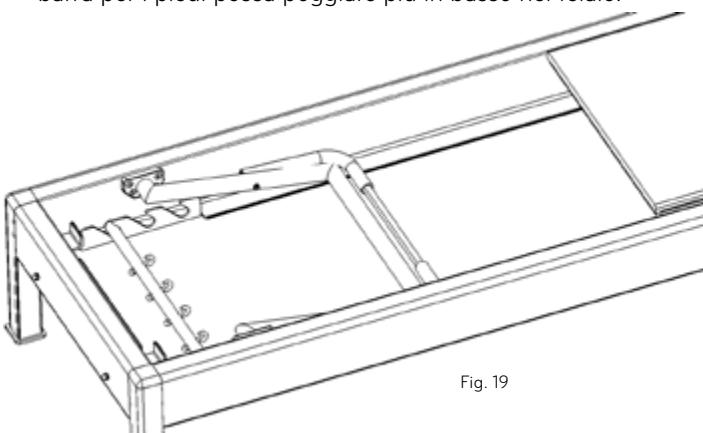

Fig. 19
4. Distendere la barra per i piedi all'interno del telaio, come mostrato in fig. 19. Se si utilizza il fermo in legno per la scanalatura, sarà necessario rimuoverlo, in modo tale che la barra per i piedi possa poggiare più in basso nel telaio.